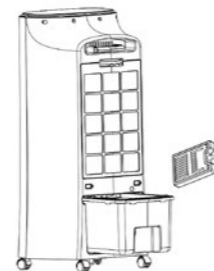

Abbildung 2
2. Entnehmen Sie den Tank vollständig (Wasserpumpe und Rahmen werden automatisch angehoben). Abbildung 2.